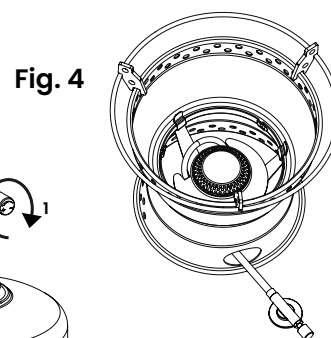

Fig. 4
- Tag fat i brænderens brænderbeslag (7), og hægt armene på inderkanten af vindskærmens bund (5). Monter grydeholderen (4) på vindskærmens øverste kant. Afslut som vist i Fig. 4.
- Afbryd ventilen (10) helt ved at dreje ventilens reguleringssknap (11) så meget som muligt.